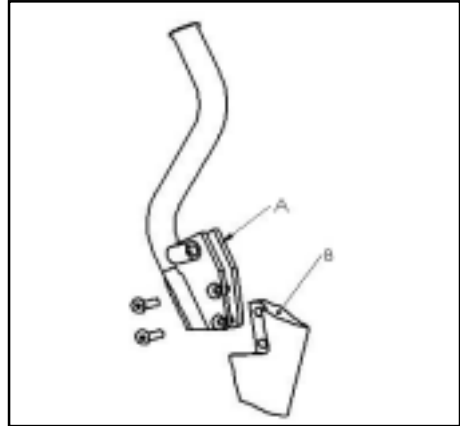

fig. 18
- a) desmontar el conjunto cuchilla + portacuchillas (A, fig. 18) del brazo del equipo de siembra.
- b) desmontar la cuchilla (B, fig. 18) del portacuchillas